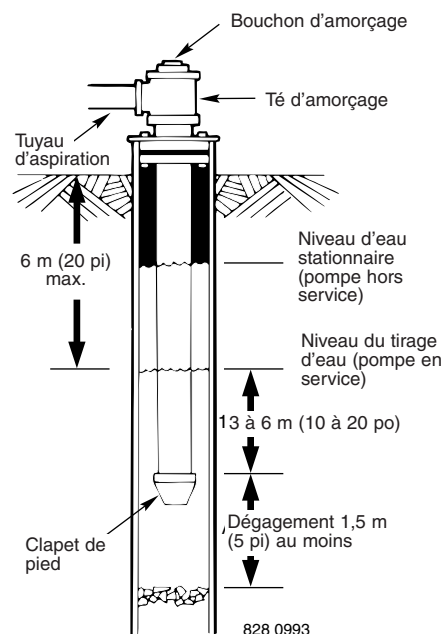

Figure 1: Installation de puits cuvelé/creusé
- 5 ° Avec un clapet de pied, il est conseillé d'utiliser pour l'amorçage une connexion en té et un bouchon. (Fig. 1)
REMARQUE : Pour les longs chemins de câblage à l'horizontale, monter une connexion d'amorçage en té entre le clapet de retenue et la tête du puits (Fig. 1). Pour les installations par points de puits menés, installer un clapet de retenue sur la tuyauterie. Vérifier si la flèche indiquant le flux du débit sur le clapet de retenue est orientée **en direction** de la pompe.